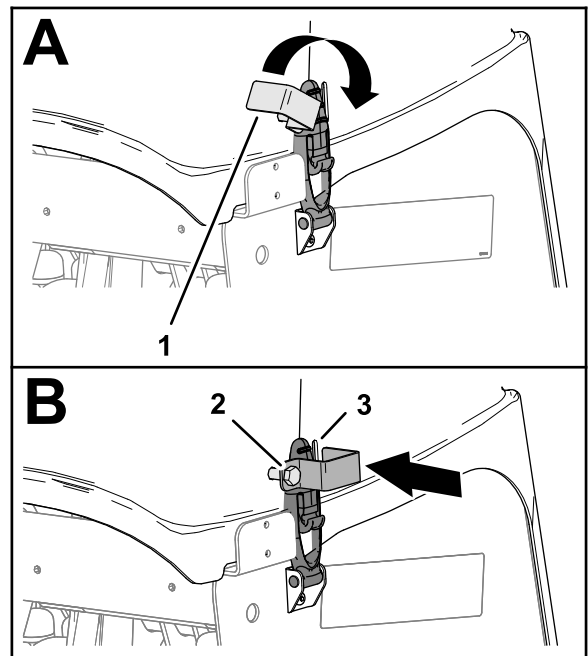

Figura 143
3. Si la máquina tiene seguros de cierre CE, gire la placa del seguro hasta que se alinee con la ranura en el lateral de la cubierta del cabezal de perforación (Figura 143).
4. Apriete el perno de la placa del seguro (Figura 143).